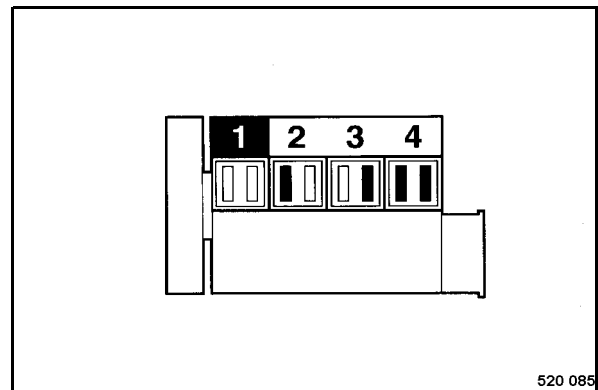

Fig. 166
- A l'aide du démarreur, virer le moteur jusqu'à ce que les deux soupapes du cylindre 1 (Fig. 166) se "recouper".
Les soupapes repérées en noir (Fig. 166) peuvent être contrôlées et réglées.